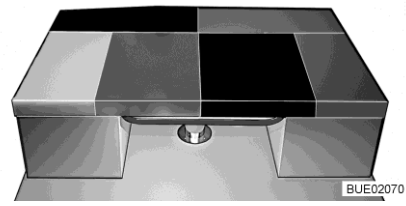

Fig. 157 Después de la transformación
- Colocar el cojín adicional en la mesa (véase Fig. 157).